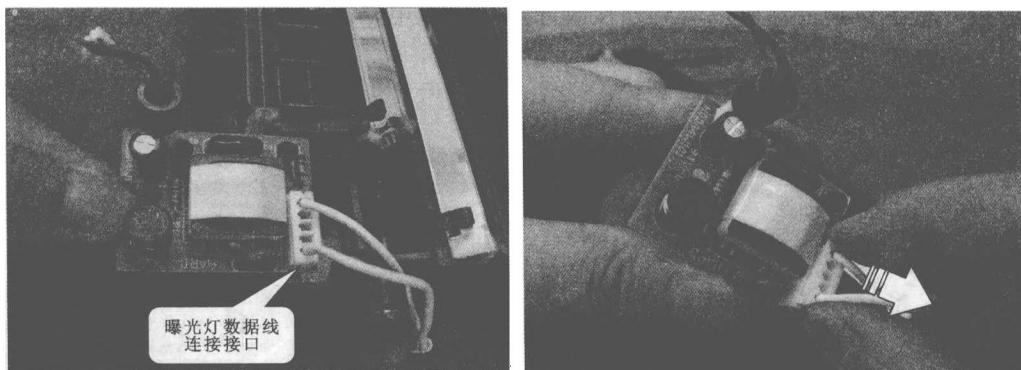

图 1-22 取下曝光灯数据线
(20) 曝光灯高压电路与曝光灯相连，想要取下曝光灯高压电路应先将曝光灯数据线取下来，如图 1-22 所示。